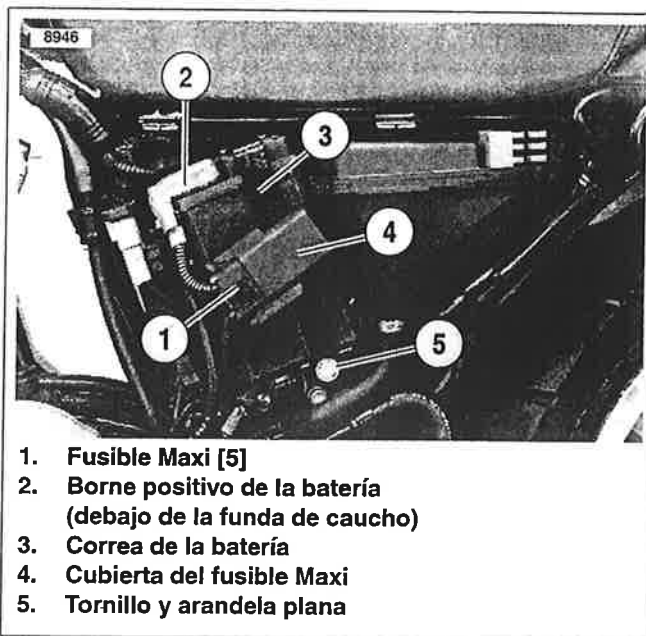

Figura 7-22. Ubicación de la batería y el fusible Maxi
2. Vea la Figura 7-22. Quite la cubierta del fusible Maxi (4) de la correa de la batería (3) sujetando la cubierta y deslizándola hacia la parte trasera de la motocicleta.
3. Quite el tornillo y la arandela plana de la correa de la batería (5). Desenganche la correa de la batería (3) de la montura de la bandeja de la batería en la parte superior de la batería y quite la correa.
- b. Cable positivo – vea la Figura 7-22. Levante la funda protectora que cubre el borne positivo (+) de la batería. Desenrosque el tornillo del borne positivo (+) de la batería y quite el cable positivo del borne. Quite el cable positivo (+) de la batería de los sujetadores en la bandeja de la batería.
4. Vea la Figura 7-22. Con el cable negativo (-) de la batería desconectado de la conexión a tierra en el cárter, enrosque el sujetador a través del cable positivo (+) de la batería y arnés de cableado del fusible Maxi dentro del borne positivo (+) de la batería (2). Apriete a 4,5-5,7 N·m (40-50 lb-pulg.).
6. Enganche la parte superior de la correa de la batería (3) a la montura de la bandeja de la batería en la parte superior de la batería. Instale el tornillo y la arandela plana de la correa (5). Apriete a 4,1-6,8 N·m (36-60 lb-pulg.).